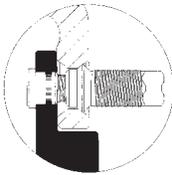

Figura 17
- ◆ Tuercas de capuchón interior, especiales deben de ser usadas con un collar, en ruedas de aluminio. (Ver la Figura 17 de página 47).